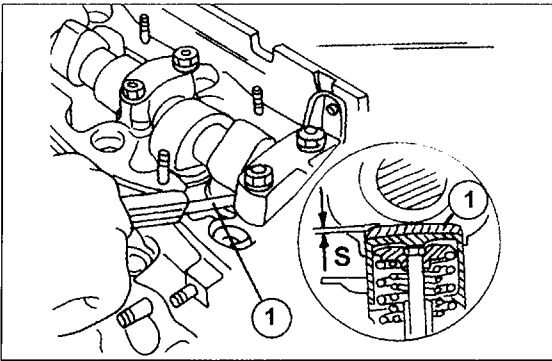

Bild 90
Zum Einstellen der Ventilspiele werden zwei Spezialwerkzeuge gebraucht, ein Hebel zum Herunterdrücken der Stößel und ein Werkzeug zum Herausnehmen der Scheibe. Aus den gezeigten Bildern werden Sie in der Lage sein, sich anderweitig zu helfen. Falls die Werkzeuge nicht zur Verfügung stehen und man keine andere Lösung findet, verbleibt nur die Werkstatt, um die Ventile einstellen zu lassen. Ventilspiele werden mit einer Fühlerlehre gemessen, wie man es in Bild 90 sehen kann. Die Fühlerlehre wird zwischen dem Rücken des Nockens und der Fläche der Einstellscheibe auf dem Stößel eingeschoben. Nur die höchste Stelle des Nockens darf dabei in Kontakt mit der Einstellscheibe stehen. Falls die Kontrolle und Einstellung bei eingebautem Motor durchgeführt werden soll, muss man die Zylinderkopfhaube ausbauen.
- Kurbelwelle durchdrehen, bis beide Ventile des vierten Zylinders geschlossen sind, d. h. die flache Seite der Nocken steht in der in Bild 90 gezeigten Lage. Wenn man die Nocken des ersten Zylinders ansieht, wird man feststellen, dass das Auslassventil soeben schließt und das Einlassventil soeben öffnet, d. h. die Ventile stehen „im Wechsel“.